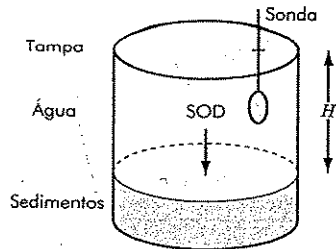

FIGURA P21.35
21.35 A demanda de oxigênio no sedimento [SOD - *Sediment Oxygen Demand* - em unidades de $\text{g}/(\text{m}^2 \cdot \text{d})$] é um parâmetro importante na determinação do conteúdo de oxigênio dissolvido em águas naturais. Ele é medido colocando-se um núcleo de sedimento em um recipiente cilíndrico (Figura P21.35). Depois de introduzida cuidadosamente uma camada de água destilada, oxigenada, acima dos sedimentos, o recipiente é coberto para evitar a transferência de gases. Um agitador é usado para misturar a água suavemente, e uma sonda de oxigênio controla como a concentração de oxigênio da água diminui ao longo do tempo. A SOD pode, então, ser calculada como